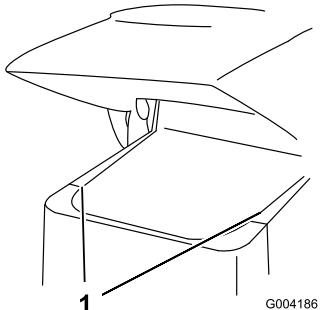

Figura 25
- Far scorrere le griglie laterali (Figura 25) verso l'alto e al di fuori delle fessure nella griglia e nel telaio anteriore.